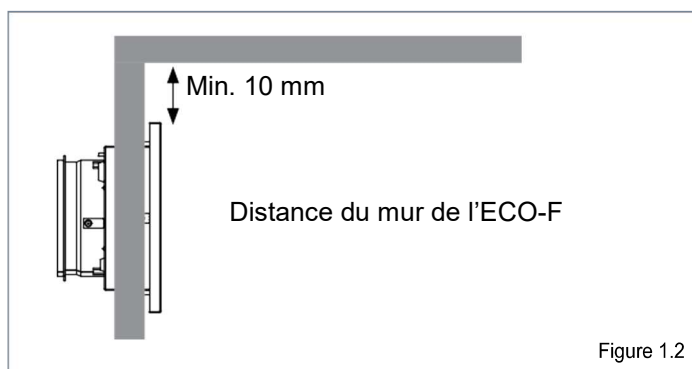

Figure 1.2
2. La distance minimale du terminal par rapport au plafond est de 100 mm (voir figure 1.2). Installez l'étau terminal à une hauteur minimale de 1,8 m. Veillez à ce que les enfants ne puissent pas mettre la main sur l'appareil.
3. Détachez la grille (2) du corps. Enlevez les trois vis de fixation (3) et retirez la grille du corps (1).